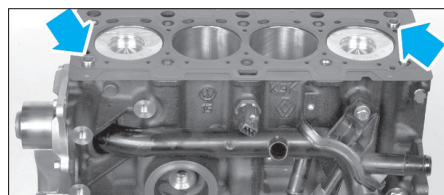

Fig. 76
- S'assurer de la présence des douilles de centrage de la culasse sur le bloc-cylindres (Fig.76).